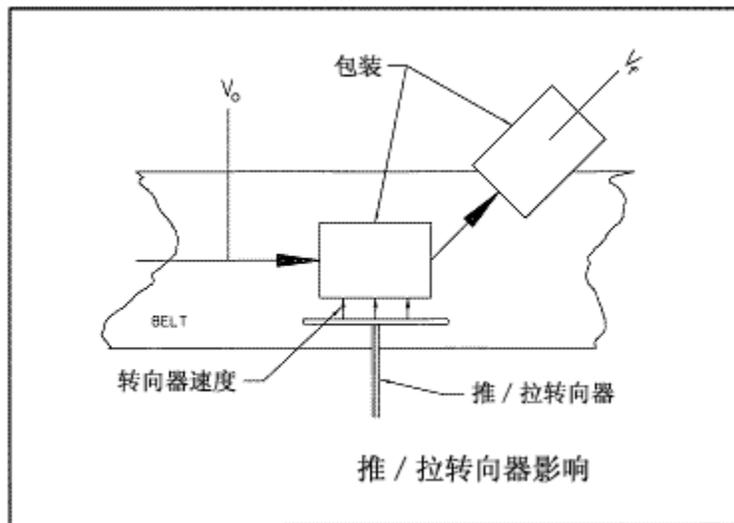

图 9.
2. 推 / 拉转向器 (图 9) - 转向器可能仅仅是推动包装离开传送带。转向器与包装之间的撞击力取决于传送带的速度、包装的重量、转向器接触包装时的速度以及转向器叶片的表面 (裸露的还是带衬垫的)。